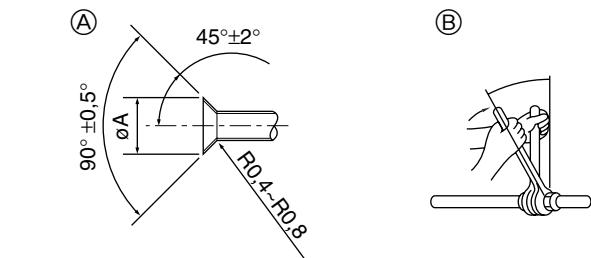

Fig. 4-1
4.2. Collegamento dei tubi (Fig. 4-1)
A (Fig. 4-1)
B (Fig. 4-1)